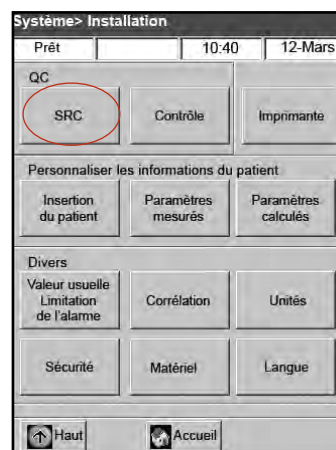

Figure H-2 : Écran "Système> Configuration"
3. Sur l'écran "Système> Configuration", sélectionnez "**SRC**" (Figure H-2).